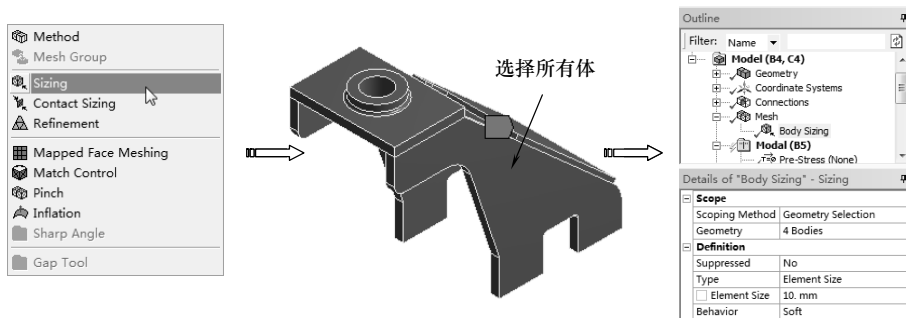

图 6-48 设置网格尺寸
2) 在【Outline (分析树)】中选择【Mesh】节点，单击【Mesh】工具栏上的【Mesh Control (网格控制)】|【Sizing (尺寸)】命令，单击【图形】工具栏上的选择模式下的【Box Select (框选)】按钮 ，然后再单击【Body (选择体)】按钮 ，在【Details of “Body Sizing” Sizing】列表中单击【Scope】选项下的【Scoping Method】项，框选所有实体，单击【Geometry】项中的【Apply】按钮完成，在【Element Size】文本框中输入 10mm，如图 6-48 所示。